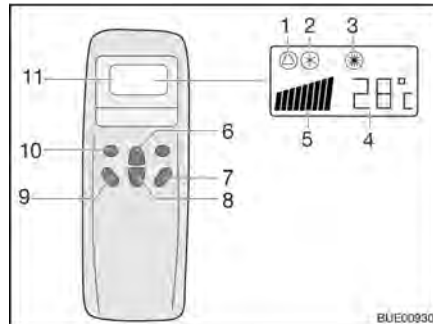
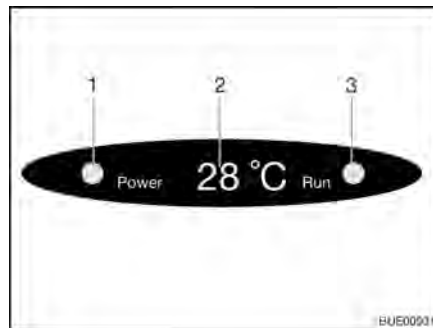

Fig. 171 Mando a distancia
Fig. 172 Indicación en el difusor
- Pulsar la tecla "ON/OFF" (Fig. 171,7).
- Pulsar la tecla "Mode" (Fig. 171,10) las veces que sean necesarias hasta que se visualice el modo de funcionamiento deseado (Fig. 171,1, 2 ó 3) en el display. La luz de control correspondiente en la indicación del difusor (Fig. 172,3) estará encendida.
- Ajustar la temperatura deseada con las teclas Aumentar temperatura (Fig. 171,6) o Reducir temperatura (Fig. 171,8).
- Seleccionar la etapa deseada del ventilador con la tecla Velocidad del ventilador (Fig. 171,9).